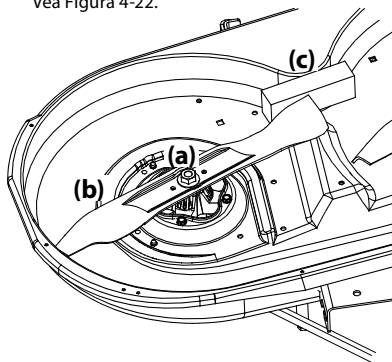

Figura 4-22
- Use una llave de $1\frac{5}{16}$ in para sostener la tuerca hexagonal en la parte superior del conjunto del husillo cuando afloje la tuerca hexagonal (a) que fija la cuchilla (b). Se puede colocar un bloque de madera (c) entre el alojamiento de la plataforma y el borde de corte de la cuchilla (b) para ayudar a aflojar la tuerca hexagonal (a) que fija la cuchilla. Vea Figura 4-22.